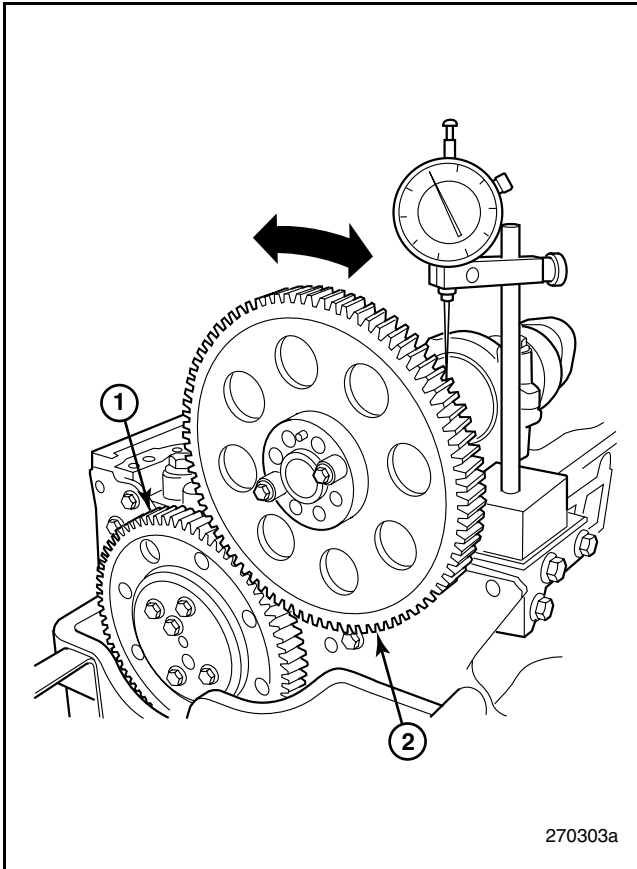

Figura 26 — Medida del latigazo del engranaje del cigüeñal
12. Instale un dial contra un diente en el engranaje del cigüeñal (Figura 26). Con el engranaje ralentizador en posición, gire el engranaje del cigüeñal hacia atrás y adelante para medir el latigazo. Esta lectura debe estar dentro de las especificaciones, 0.05–0.15 mm (0.0020–0.0059 pulgadas).